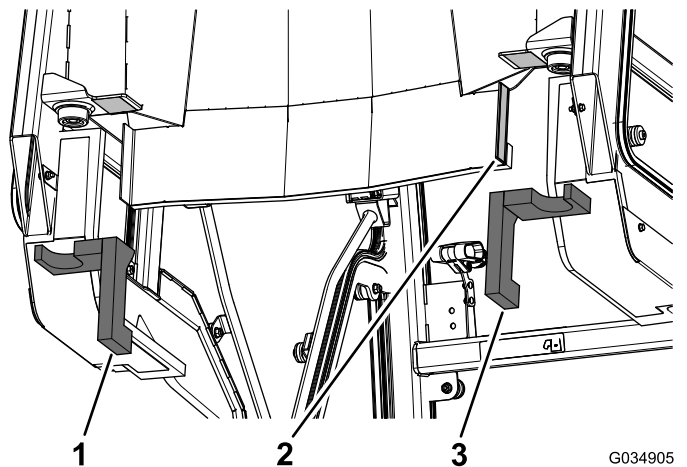

Figura 16
1. Retire el papel protector de la cinta de doble cara de la parte trasera de la cabina (Figura 16).
2. Aplique las juntas de espuma traseras derecha e izquierda a la cabina (**Figura 16**).